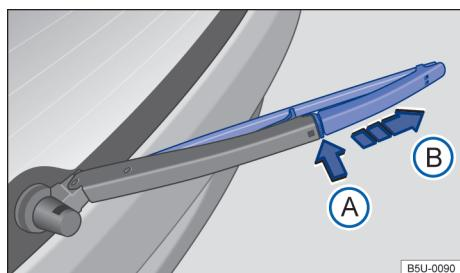

Fig. 107 Substituir a palheta do limpador do vídeo traseiro.
- Manter a tecla de destravamento → Fig. 107 ⑦ pressionada e, ao mesmo tempo, retirar a palheta dos limpadores do para-brisa no sentido da seta.
- Retirar a palheta do limpador do vidro traseiro no sentido da seta ⑧.